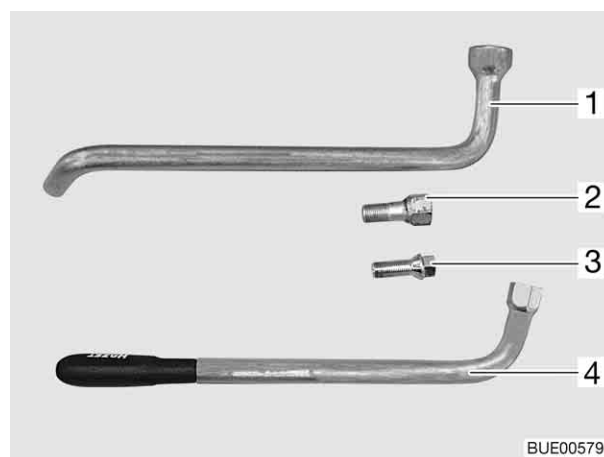

Fig. 195 Boulons de roue avec outils de bord
- Les boulons diffèrent selon qu'il s'agit de jantes en alu ou en acier (voir Fig. 195). Si des jantes en alu sont montées, des boulons appropriés sont fournis pour la roue de secours (jante en acier).